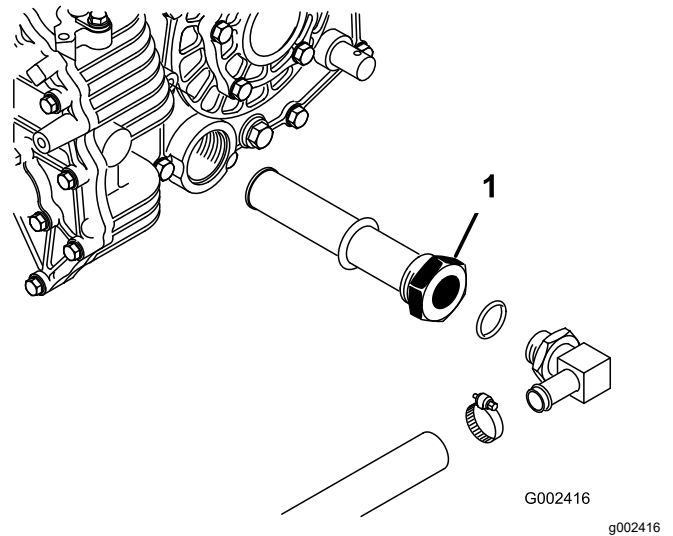

Bild 72
3. Achten Sie auf die Ausrichtung des Hydraulikschlauches und des 90°-Anschlussstückes, das an der Seite des Behälters befestigt ist (Bild 72).